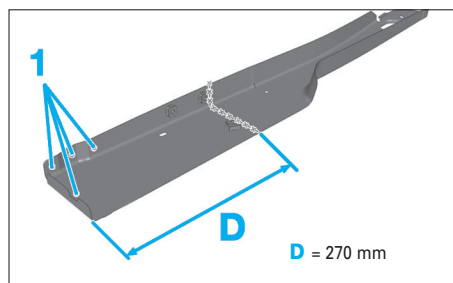

FIG. 23
- la semelle de longeron neuve suivant la ligne de coupe (Fig.23).
- Percer des trous Ø 8 mm (1) dans la semelle de longeron neuve.